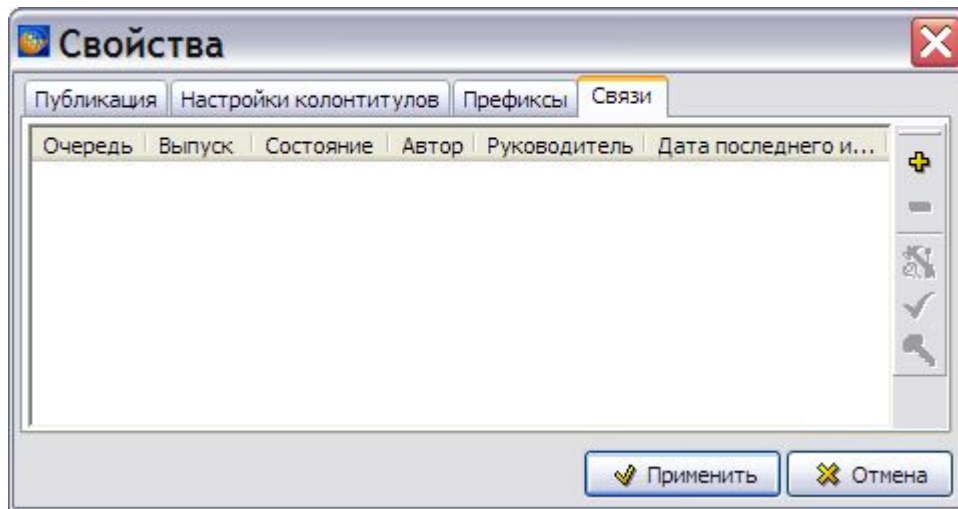

Рис. 11.22
2. В окне **Управление информационными наборами и публикациями** создайте публикацию (информацию о создании публикаций смотрите в разделе 8.4 «Публикации и информационные наборы»). Нажмите на кнопку **Добавить версию публикации** . После этого откроется окно **Свойства**. Перейдите на вкладку **Связи** (Рис. 11.22).